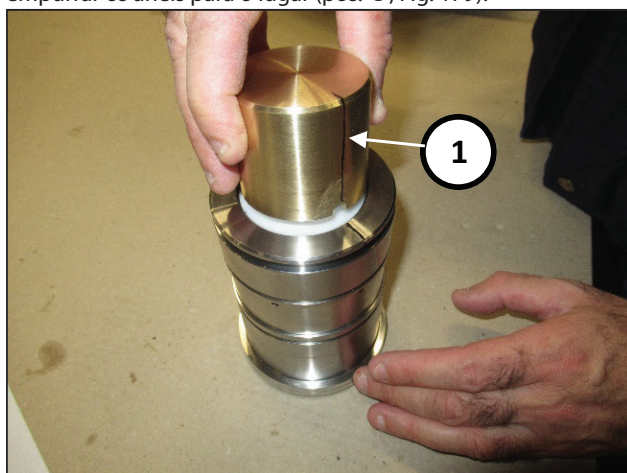

Fig. 179
Use o tampão interno da ferramenta cód. 27945400 para empurrar os anéis para o lugar (pos. ①, Fig. 179).